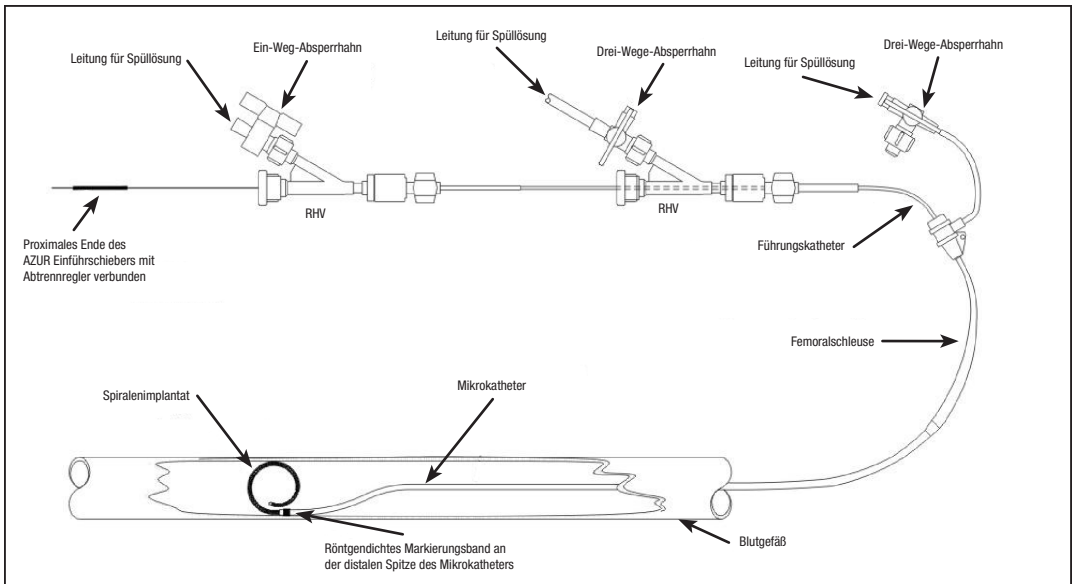

Abbildung 1 – Darstellung des Aufbaus des AZUR Systems
1. Siehe Darstellung des Aufbaus in Abbildung 1.